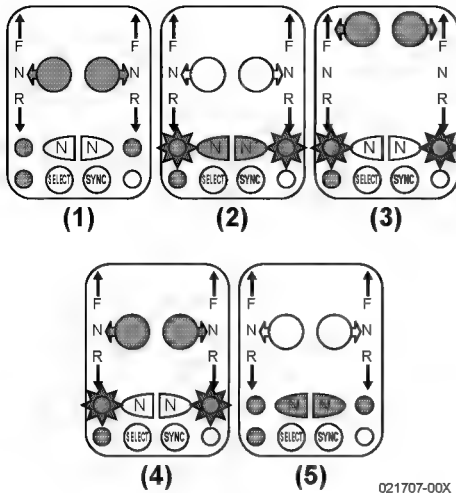

Figure 17
1. Retourner la manette au neutre. Les clignotants de N (NEUTRAL) brillent intensément (**Figure 17, (1)**).
2. Appuyez sur le bouton NEUTRAL (**Figure 17, (2)**). La lumière NEUTRAL clignote (clignotant étoilé dans (**Figure 17, (2)**)).
3. Déplacez la manette au levier avant ou arrière (**Figure 17, (3)**) résultant en un contrôle tr-min du moteur sans embrayer la transmission marine.
1. Retournez la manette à NEUTRAL (**Figure 17, (4)**).
2. Appuyez sur le bouton NEUTRAL (**Figure 17, (5)**). Le clignotant neutre brille intensément (**Figure 17, (5)**).